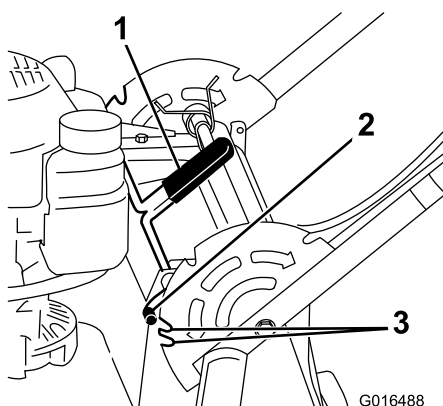

Рисунок 18
1. Потяните рычаг запирания рукоятки назад, чтобы вывести из зацепления пальцы фиксации рукоятки (Рисунок 18).
2. Поверните рукоятку и совместите требуемую прорезь в кронштейне рукоятки с пальцами фиксации рукоятки, см. Рисунок 18.